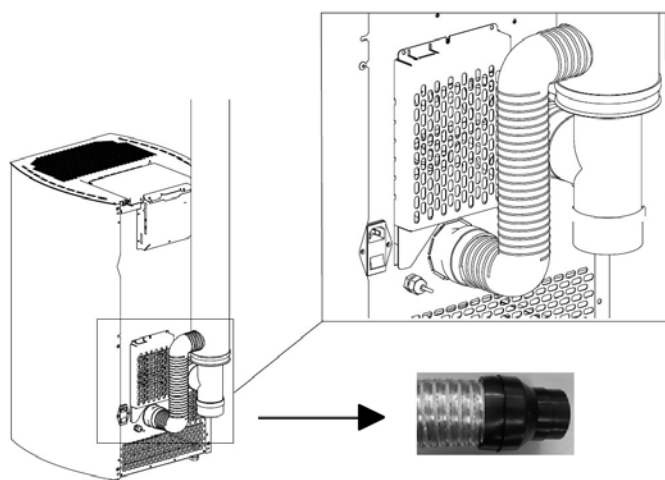
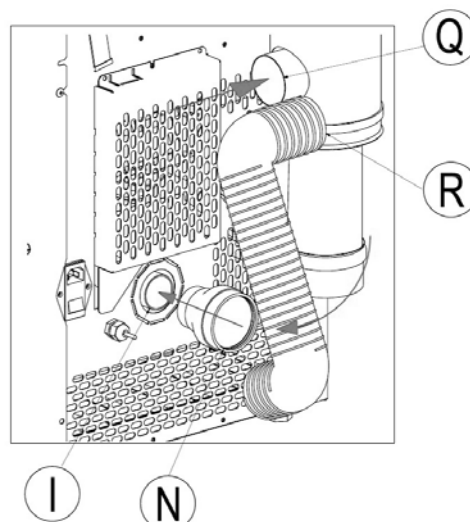

Fig. 16 - Tuyau flexible
Fig. 17 - Branchements
- En ce qui concerne les BRANCHEMENTS, voir **Fig. 16** et **Fig. 17** à la page suivante.
LÉGENDE	Fig. 16 - Fig. 17